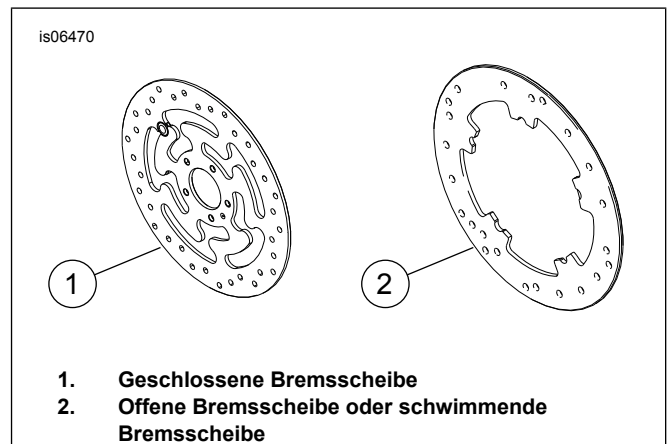

Abbildung 1. Vorderradbremsscheiben-Ausführungen
- Bremsscheibenschrauben (siehe Abbildung 1 und Tabelle 1.)